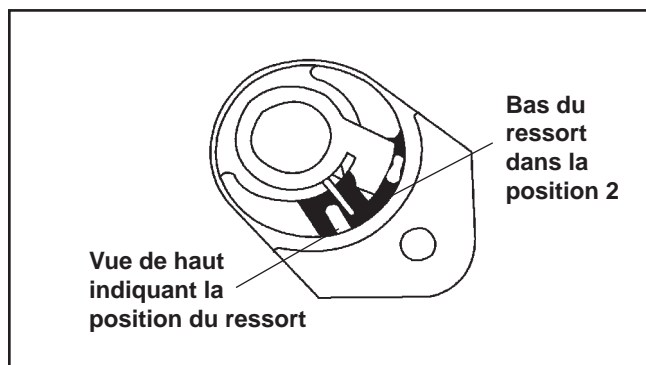

Figure 5-16. Levier de starter avec capuchon enlevé.
3. Installer l'ensemble de la tige du starter et le ressort avec la languette de ressort installée dans la deuxième fente à partir de la droite. Voir la figure 5-16.